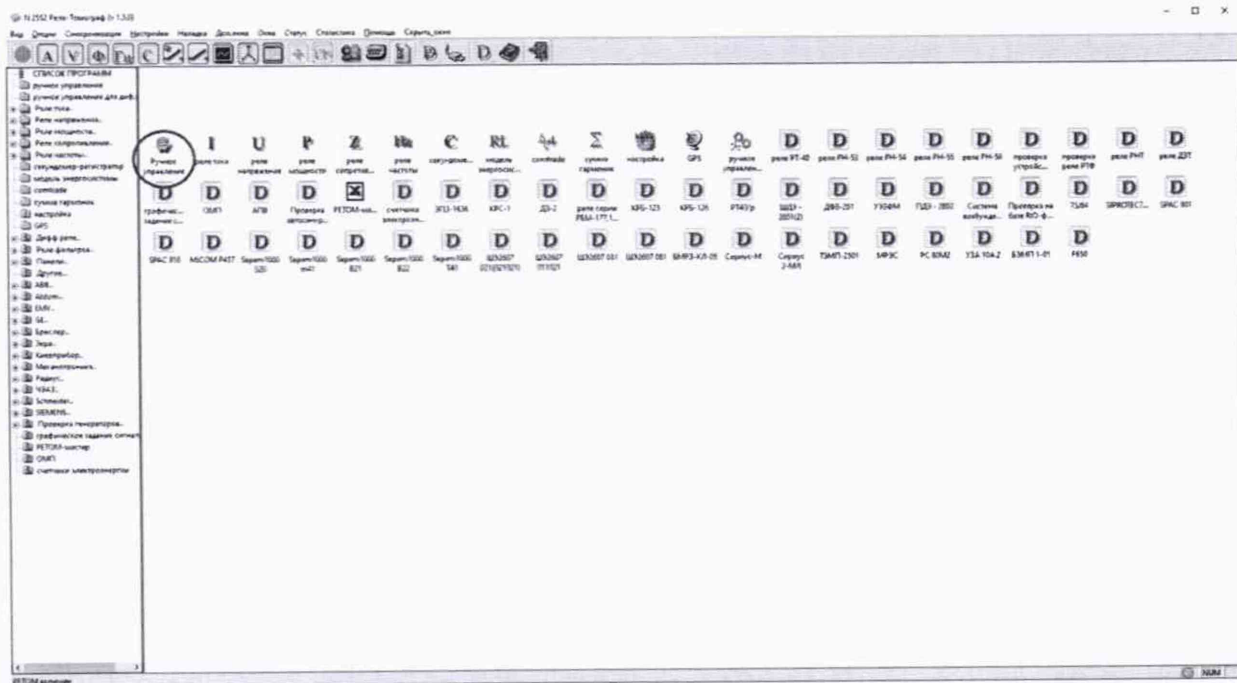
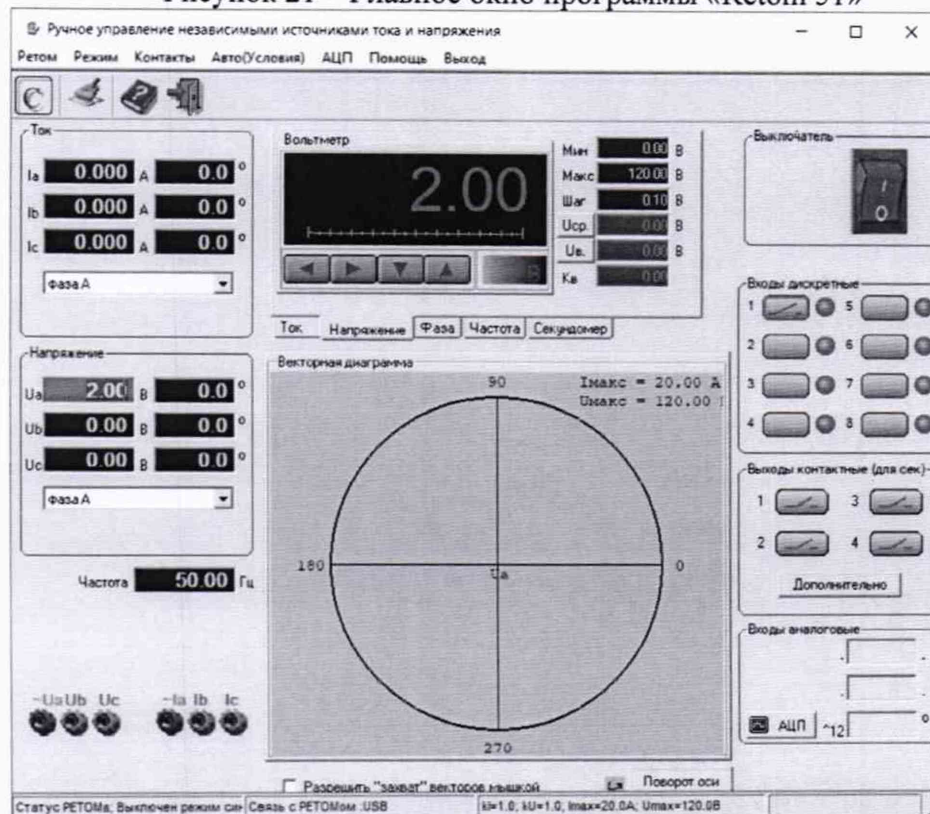
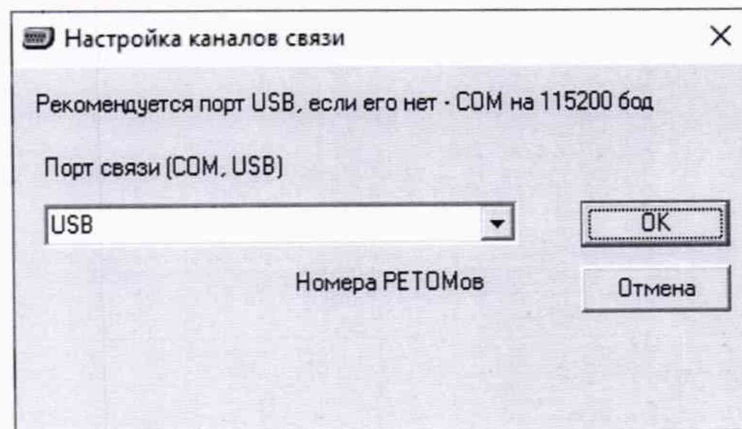

Рисунок 21 – Главное окно программы «Retom 51»
Рисунок 22 – Настройка выходных параметров РЕТОМ-51
Рисунок 23 – Окно подключения РЕТОМ 51 к ПК
- откройте программу «Retom 51». В появившемся главном окне выберите «Ручное управление» (рисунок 21). В появившемся окне «Установка максимальных токов и напряжений» нажмите «Ок». Далее установите в графе «Напряжение» на фазе А 2 В и в графе «Выключатель» нажмите на выключатель (рисунок 22). В появившемся окне (рисунок 23) нажмите «Ок», при этом на поверяемый блок подается заданное напряжение.